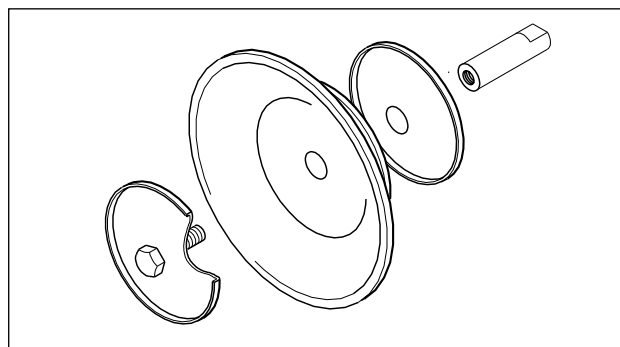

Рис. 13: монтаж диафрагм с внутренней и внешней тарелкой
- У насосов DL 40, 50 и 80 с политетрафторэтиленовыми диафрагмами имеется внутренняя диафрагменная тарелка увеличенной толщины для смещения хода. При последующем переоборудовании на диафрагмы из PTFE необходимо использовать соответствующие тарелки (рис.13).